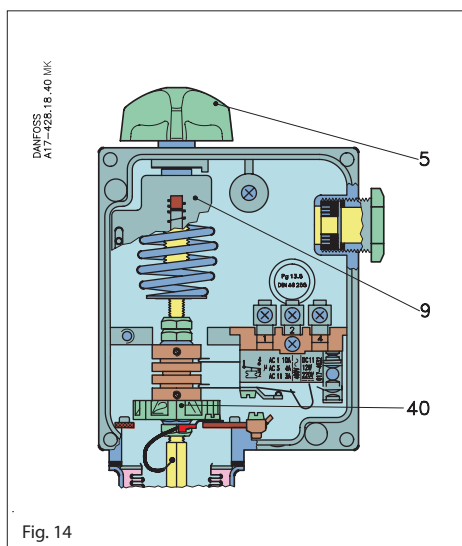
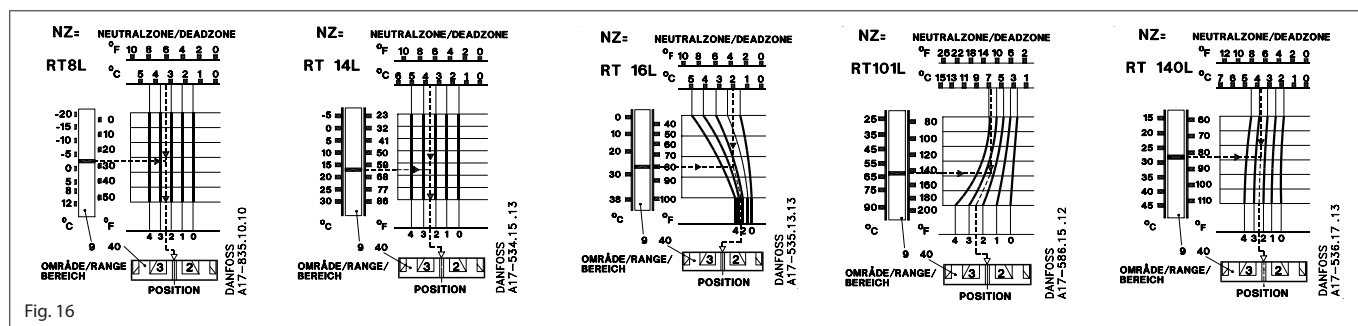

Fig. 14
Fig. 16
Régler la plage à l'aide du bouton (5) (fig. 14) tout en observant l'échelle principale (9). La valeur de réglage est la température d'ouverture du contact 1-4, fig. 14. Chercher la zone neutre appropriée dans le schéma de l'appareil visé (fig. 16). L'échelle inférieure du schéma montre la bonne position de la molette de zone neutre (40).
Les lignes en pointillés du schéma RT 16L (fig. 16) se croisent sur la courbe de position 2.8 et la molette de zone neutre est réglé sur cette position.